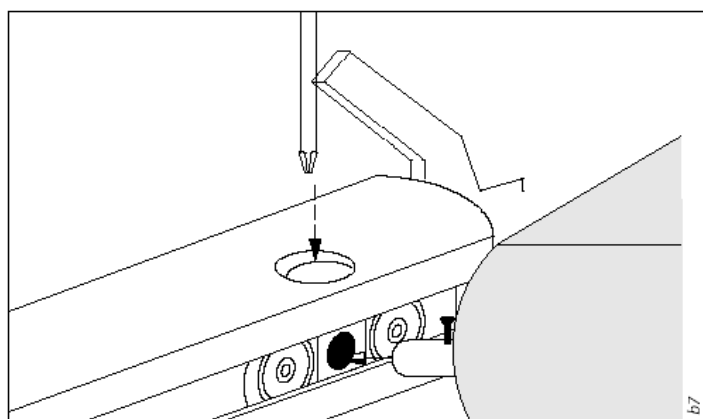

Bild 3: Senkschraube am Laufwagen
- Lösen Sie die Senkschrauben der Laufwägen und ziehen Sie das Ausfallprofil aus den Laufwägen heraus (Bild 3).